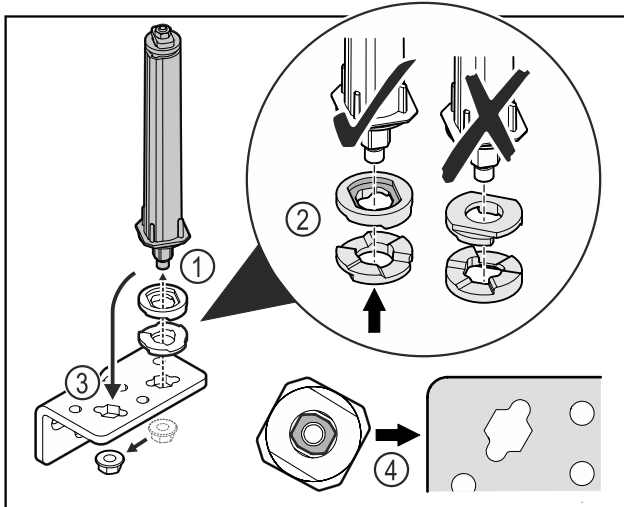

Fig. 40
- Mutter l6sen und T6rschlieBsystem entfernen Fig. 40 (1).
- Auf die korrekte Ausrichtung der H6henverstelleisbeiben achten Fig. 40 (2).
- T6rschlieBsystem im Scharnierwinkel umsetzen und mit der Mutter fixieren Fig. 40 (3).
- Beim Einsetzen auf die korrekte Ausrichtung des T6rschlieBsystems achten Fig. 40 (4).